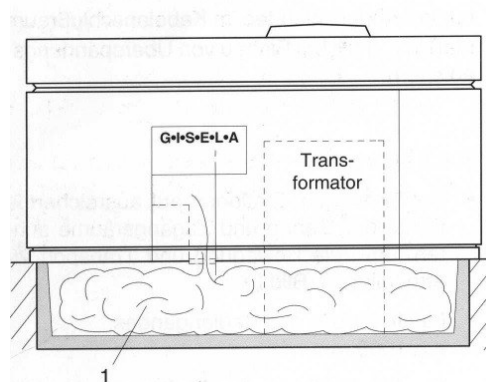
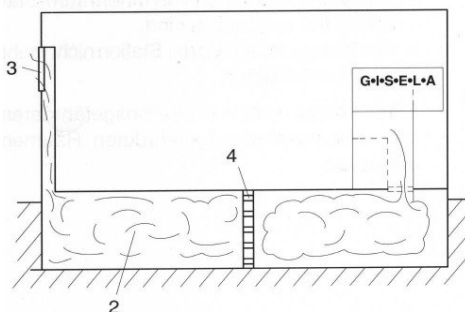

Ilustración 2 / Illustration 2
Ilustración 3 / Illustration 3
- En caso de celdas donde pueda entrar el personal prevea el área de liberación de presión en el ducto (volumen mín. ~ 3 m³) (véase ilustración 2).
- En caso de contar con un ducto de cables (2) Vol. mín. ~ 1,1 m³; diámetro mín. de 0,25 m² con apertura hacia el exterior (3)], utilice este espacio como área de liberación de presión.
- Instalando dos capas de metal extendido (4) los gases que se forman con el arco adicionalmente se enfrían y se reduce la salida de gases calientes (véase ilustración 3).